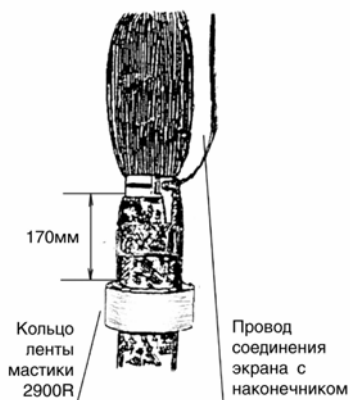

Рис. 10.3. Кольцо из мастики 2900R, намотанной на оболочку кабеля.
10.1.8. На расстоянии 170 мм от среза оболочки намотать на кабель кольцо из оставшейся мастики 2900R, сделав 8 – 9 витков. Объем кольца должен быть немного больше высоты экранного соединителя. Для уплотнения обжать руками кольцо из ленты 2900R (Рис. 10.3).